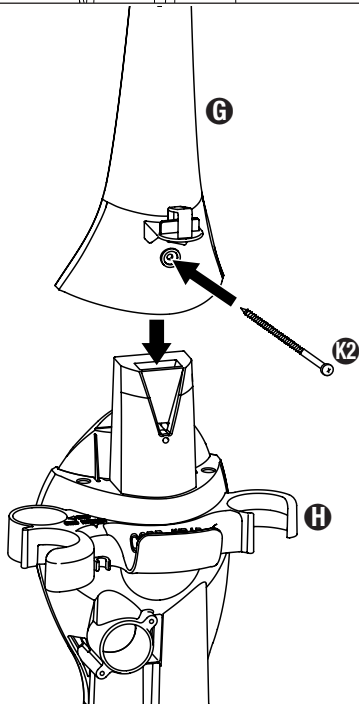

FIG. 3
Step 3: Attach the handle **G** to top of tool caddy **H** by sliding it downward and then securing with a long screw **K2** (FIG. 3).
Étape 3 : Fixez le manche ❻ à la partie supérieure du porte-accessoires ❹ en le glissant vers le bas. Vissez avec une longue vis ❸ (FIG. 3).
Paso 3: Instale la manija ❻ en la parte superior del portaaccesorios ❹ deslizándola hacia abajo y luego fíjela usando un tornillo largo ❸ (FIG. 3).